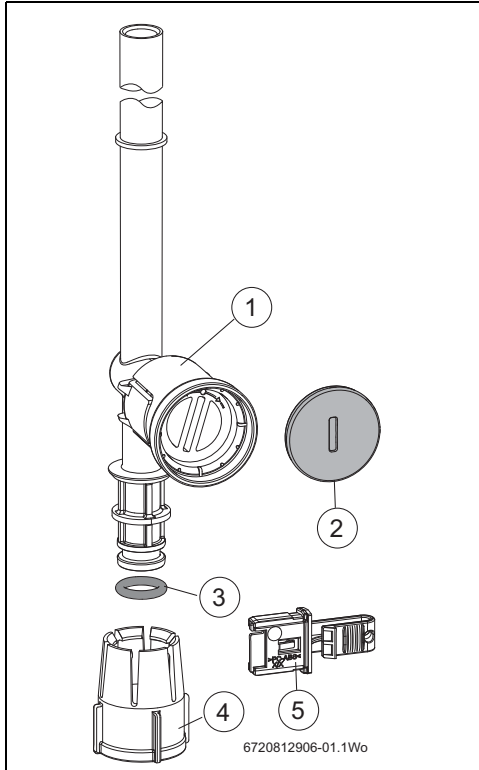

Рис. 1 Группа газовой трубы
- ▶ Убедитесь, что на нижнем конце трубы закреплено уплотнительное кольцо (см. рис. 1). В комплекте имеется новое уплотнительное кольцо на случай, если старое кольцо потеряно или повреждено.